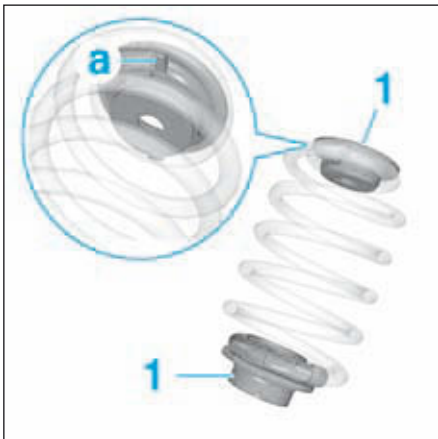

FIG.52
- Contrôler l'état des coupelles d'appui (1) (Fig.52).